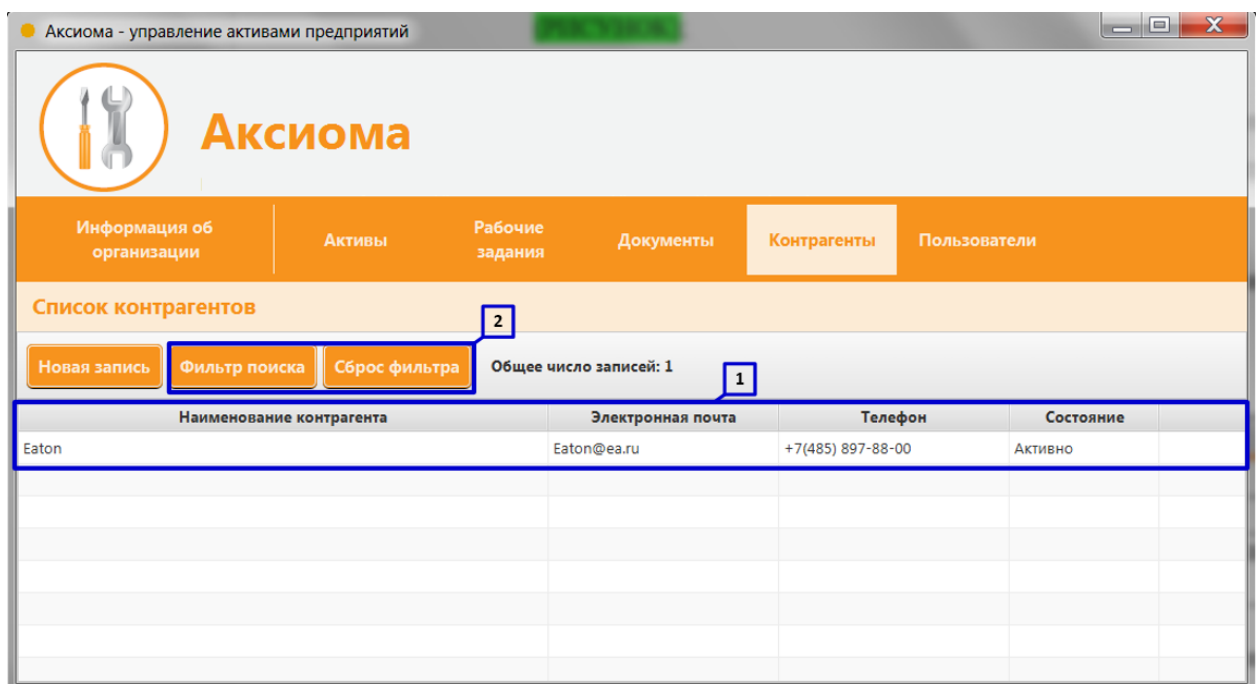

Рисунок 10. Поиск и фильтрация перечня контрагентов
1. Просматривать в виде списка всех заведённых в систему контрагентов (**Рисунок 10 пункт 1**) и осуществлять их поиск, фильтрацию и сортировку (**Рисунок 10 пункт 2**);